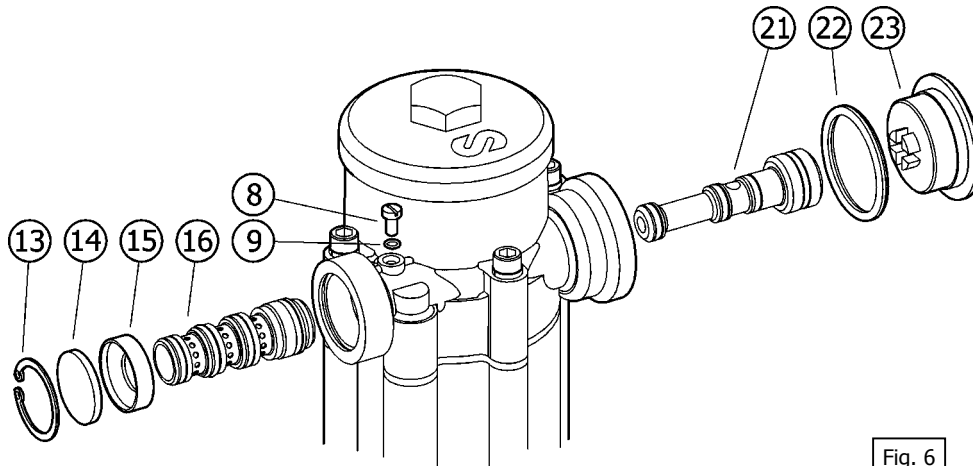

Fig. 6
1. Unthread the plug (23) and remove the circlip (13), the muffler (14) and the muffler support (15).
2. Remove the distributor axle (21) (fig. 6).
3. Unthread the screw (8) completely and remove the distributor bushing (16) carefully.
4. Lubricate the new distributor bushing with its O-rings, insert it from the side of the plug (23) and hold something to stop it at the side of the muffler(14). Be very careful so that the bushing does not get damaged.
1. Desenroscar el tapón (23) y quitar el anillo seguridad (13), el silenciador (14) y el suplemento filtro(15).
2. Quitar el eje distribuidor (21) (Fig. 6).
3. Soltar el tornillo (8) por completo y usar un botador para cuidadosamente quitar la camisa del distribuidor (16).
4. Lubricar y colocar la nueva camisa con sus juntas, insertándola desde el lado del tapón (23), teniendo un tope en el lado del silenciador(14). Procurar no dañar la camisa.
1. Desserrer le bouchon (23) et retirer l'anneau de sécurité (13), le silencieux (14) ainsi que la portée du filtre (15).
2. Démonter l'axe du distributeur (21) (Fig. 6).
3. Dévisser totalement la vis (8) et retirer soigneusement le manchon du distributeur (16) à l'aide d'un repoussoir.
4. Lubrifier et placer le nouveau manchon ainsi que ses joints toriques en l'introduisant sur le côté du bouchon (23), en tenant compte de la butée du silencieux (14) et en prenant soin de ne pas l'endommager.
1. Die Verschlusskappe (23) abschrauben und den Sicherheitsring (13), den Dämpfer (14) und die Dämpferhalterung (15) entfernen.
2. Die Verteilerachse (21) entfernen (Bild 6).
3. Die Schrauben (8) vollständig lösen und die Verteilerbuchse (16) vorsichtig entfernen.
4. Die neue Verteilerbuchse mit ihren O-Ringen schmieren und sie auf der Seite der Verschlusskappe (23) einsetzen, gut halten und bis zum Dämpfer(14) schieben. Darauf achten, daß die Verteilerbuchse nicht beschädigt wird.
5. Den Rest gemäß dieser Anleitung in umgekehrter Reihenfolge zusammenbauen (Bild 6).